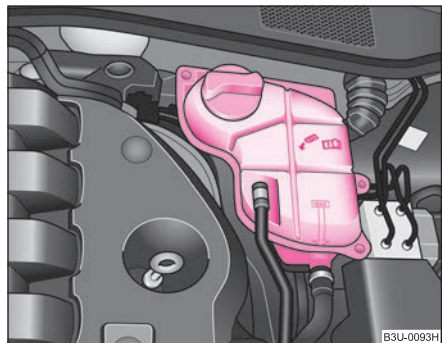

Fig. 176 Compartimentul motor: Vasul de expansiune al lichidului de răcire
- Verificați nivelul lichidului de răcire din vasul de expansiune ⇒ fig. 176. Când motorul este rece, nivelul lichidului de răcire trebuie să se afle între marcasele „MIN“ și „MAX“. Când motorul este cald, nivelul lichidului de răcire poate fi și puțin peste marcajul „MAX“.
- Puneți o lavetă pe capacul vasului de expansiune ⇒ fig. 176 și desfaceți capacul **cu grijă** spre stânga ⇒ .